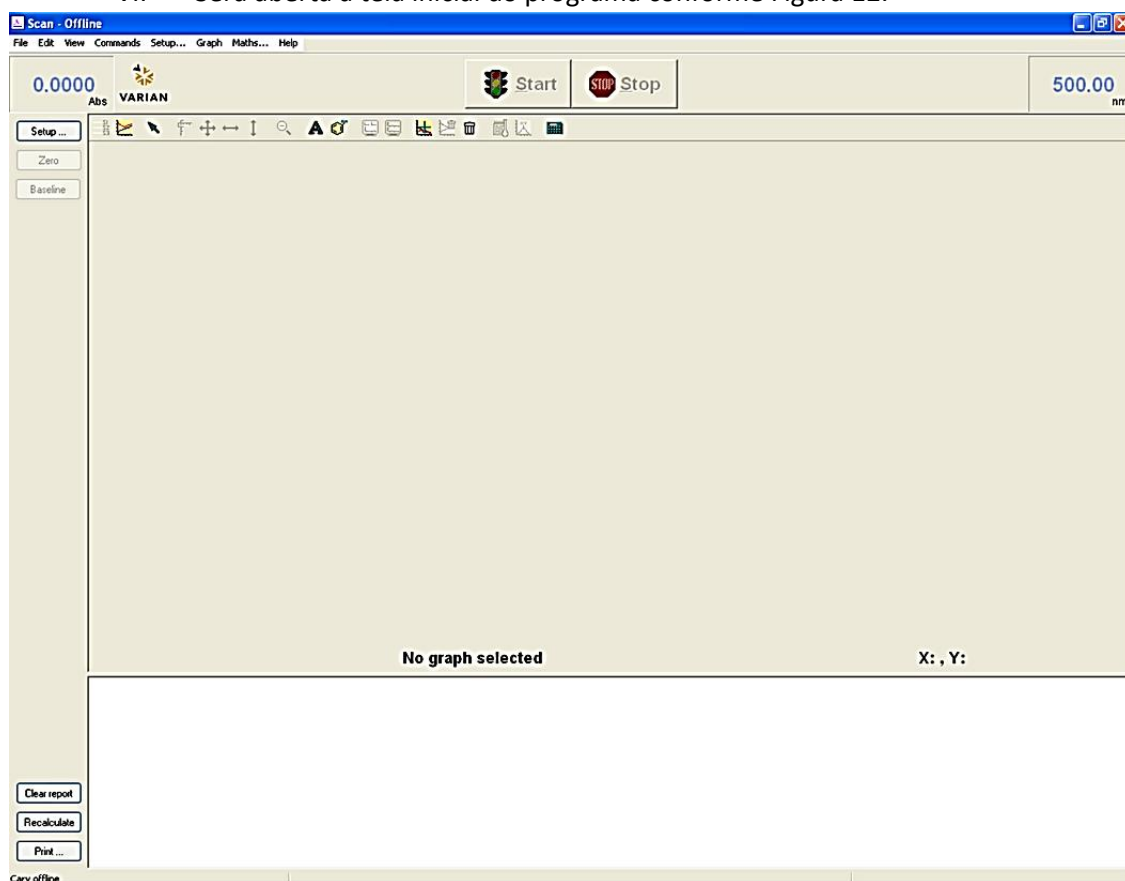

Figura 12 Tela inicial do programa
- VI. Será aberta a tela inicial do programa conforme Figura 12.